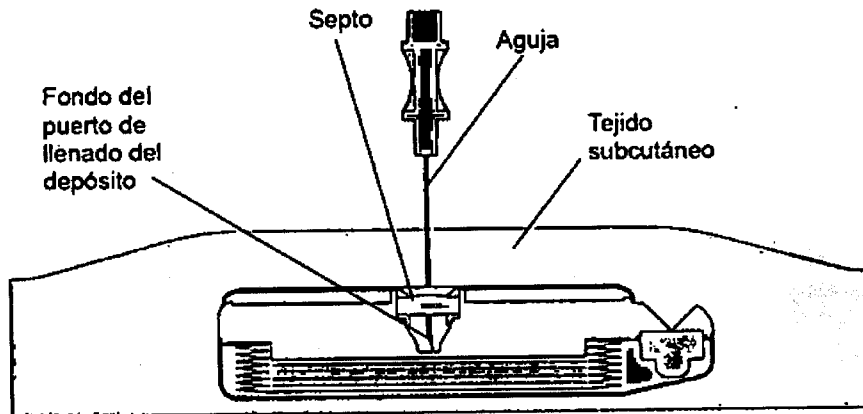

Figura 4. Vista del interior de una bomba programable SynchroMed mientras se inserta de forma completa y correcta la aguja.
4. Inserte suavemente la aguja tipo Huber de 22 gauges en el centro del puerto de llenado del depósito hasta que la aguja entre en contacto con el fondo del puerto de llenado del depósito (Figura 4).